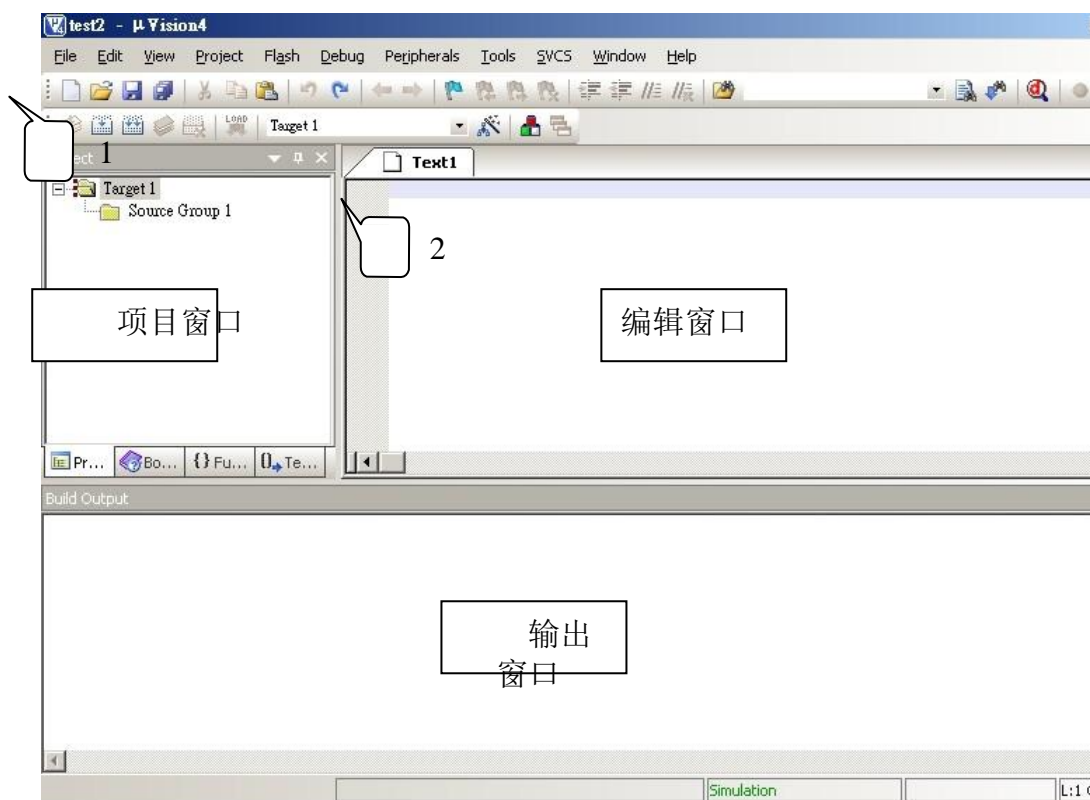

图 2-5 新建文件
(3) 首先在项目中建立新的程序档案或加入旧程序档案。如果您没有现成的程序或是第一次使用汇编语言，那么就要新建一个空白程序档案。在 C51 中有一些程序的范例，但是在这里我们还是以一个组合程序为例介绍如何新建一个组合程序，和如何加到您的项目中吧。点击图 2-5 中 1 的新建文件的图标按钮，在 2 中出现一个新的文字编辑窗口，或是也能透过选单 File/New 或是按下快捷键 Ctrl+n 来实现。接着现在就能编写程序了。